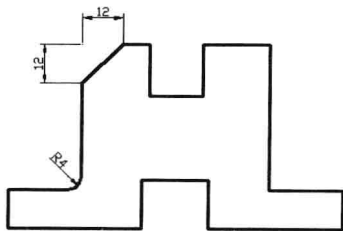

图 4-5-30
(6) 单击“常用”选项卡，在“修改”面板中单击“圆角”按钮右侧的三角形按钮，在弹出的按钮列表中单击“倒角”按钮，或者选择菜单命令“修改/倒角”。
(7) 命令行提示“(“修剪”模式) 当前倒角距离 1 = 0.0000, 距离 2 = 0.0000 选择第一条直线或 [放弃(U)/多段线(P)/距离(D)/角度(A)/修剪(T)/方式(E)/多个(M)]”，输入“d”，按Enter键。
(8) 命令行提示“指定第一个倒角距离<0.0000>”，输入“12”，按Enter键。
(9) 命令行提示“指定第二个倒角距离<5.0000>”，输入“12”，按Enter键。
(10) 单击需要创建倒角效果的两条相邻的直线。此时这两条直线之间创建了倒角直线，如图4-5-30所示。用同样的方法，创建其他的圆角和倒角效果，如图4-5-31所示。